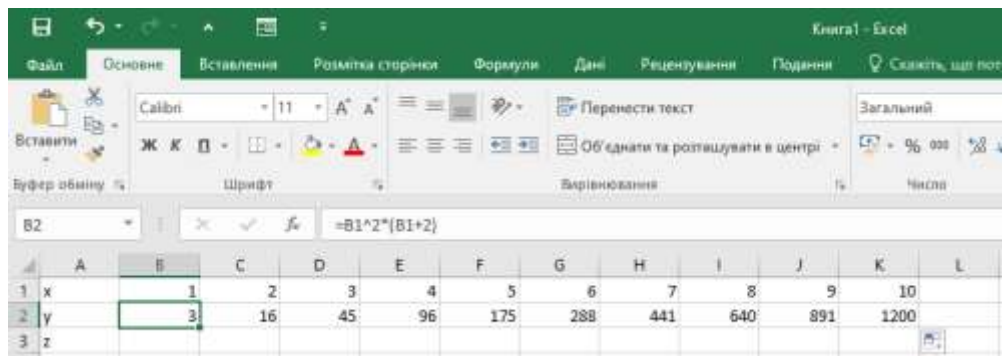

Рисунок 2.19 – Результат обчислення значення Y
8. Знаходимо значення функції Y для першого значення X (рисунок 2.19).